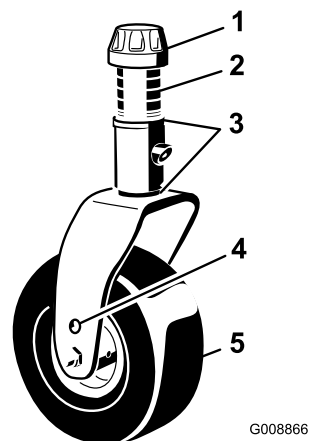

Figure 107
1. Enlevez le chapeau de tension de l'axe de pivot et sortez l'axe du bras de la roue pivotante (Figure 107).